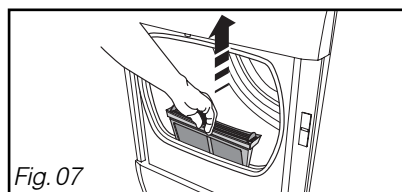

Fig. 07
– Enlevez-le de son logement en tirant de bas en haut (Fig. 07)